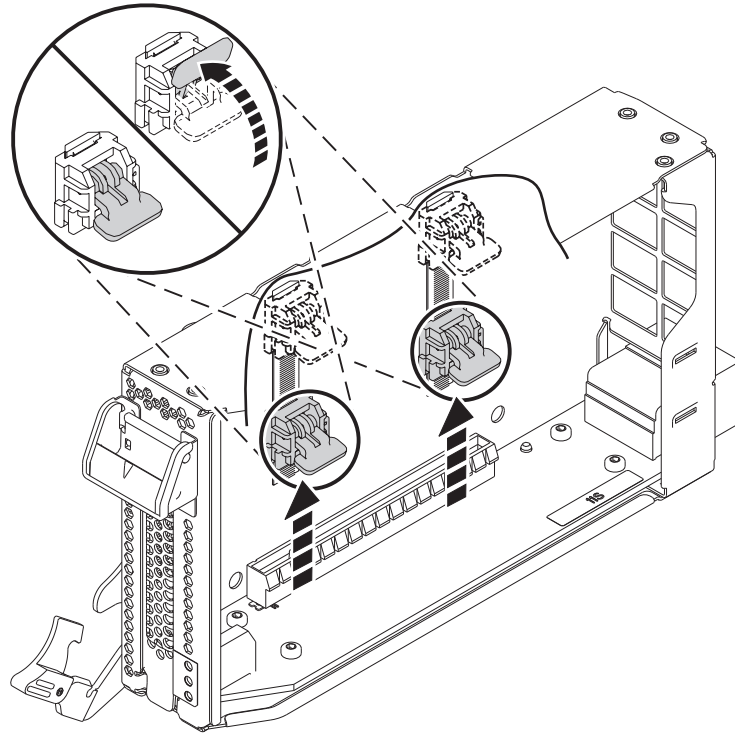

Figura 40. Desbloqueig dels trinquets del casset
- a. Desbloquegeu ambdós trinquets del casset fent-los girar, tal com es mostra a la Figura 40 a la pàgina 41.
- b. Empenyeu els trinquets del casset fins a l'extrem superior del casset, tal com es mostra a la Figura 40 a la pàgina 41.